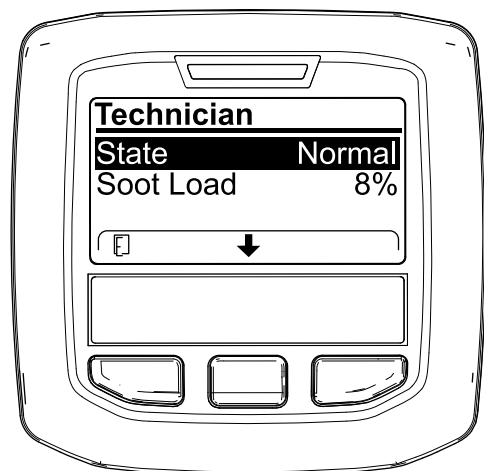

Figura 43
- Utilice la tabla de funcionamiento de DPF para comprender el estado actual del funcionamiento del DPF (Figura 43).